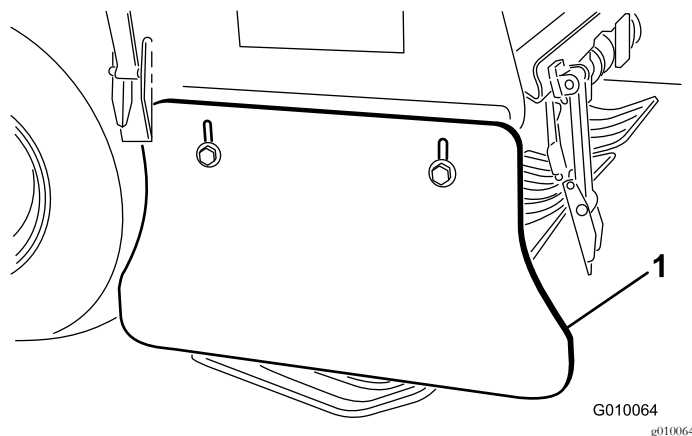

Bild 62
2. Lösen Sie die Schrauben und Muttern, mit denen das seitliche Schutzblech am Rahmen befestigt ist (Bild 62).